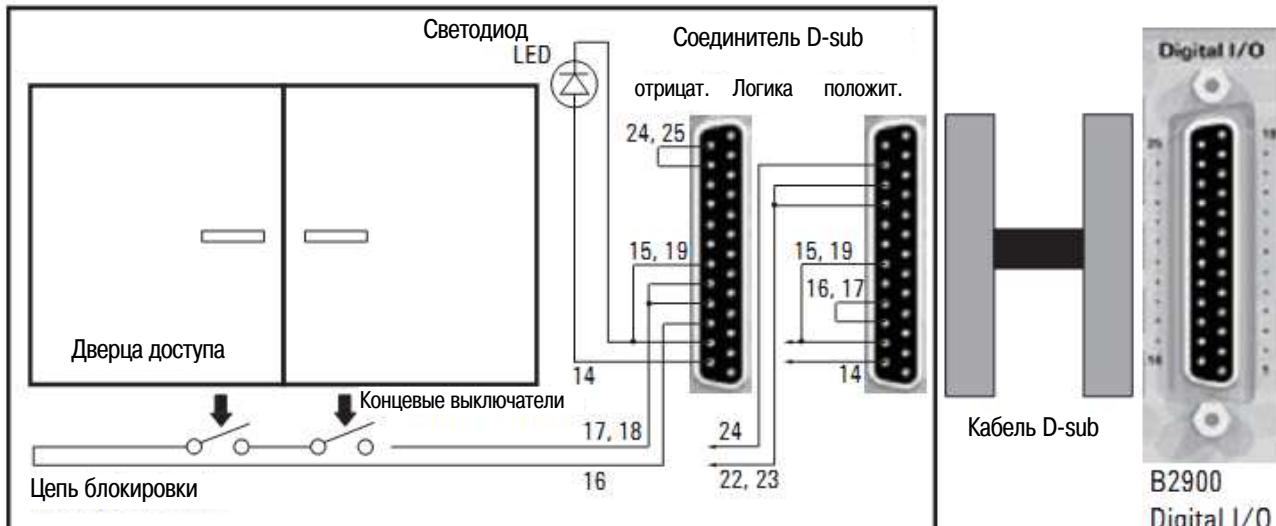

Рис. 3-10 Цепь блокировки
Цепь блокировки представляет собой простую электрическую цепь, как показано на рис. 3-10. Эта цепь размыкается, когда открывается дверца доступа, и замыкается, когда закрывается дверца доступа.
- Соедините проволочными перемычками указанные ниже контактные выводы этого соединителя. Пример соединений показан на рис. 3-10.